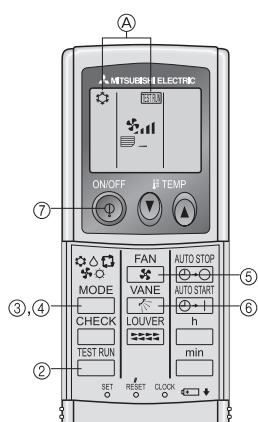

Fig. 6-2
6.2.2. Με ασύρματο τηλεχειριστήριο (Fig. 6-2)
- ① Τροφοδοτήστε με ρεύμα τη μονάδα τουλάχιστον 12 ώρες πριν τη δοκιμαστική λειτουργία.
- ② Πιέστε το κουμπί [TEST RUN] (ΕΛΕΓΧΟΣ) δύο φορές συνεχόμενα. (Εκτελέστε αυτή τη λειτουργία όταν η οθόνη του τηλεχειριστηρίου είναι σβηστή.)
- ③ Εμφανίζεται η ένδειξη TEST RUN (δοκιμαστική λειτουργία) και ο τρόπος λειτουργίας της στιγμής εκείνης.
- ④ Πατήστε το κουμπί με την ένδειξη COOL (Φ Δ Φ Ο Φ) (τρόπος λειτουργίας) για να ενεργοποιηθεί η λειτουργία κλιματισμού cool (ψύξη) και στη συνέχεια ελέγχετε εάν βγαίνει κρύος αέρας από τη μονάδα.
- ⑤ Πατήστε το κουμπί με την ένδειξη HEAT (Φ Δ Φ Ο Φ) (τρόπος λειτουργίας) για να ενεργοποιηθεί η λειτουργία κλιματισμού heat (θέρμανση) και στη συνέχεια ελέγχετε εάν βγαίνει ζεστός αέρας από τη μονάδα.
- ⑥ Πατήστε το κουμπί FAN (ανεμιστήρας) και ελέγχετε εάν αλλάζει η ταχύτητα του ανεμιστήρα.
- ⑦ Πατήστε το κουμπί VANE (πετρένη) και ελέγχετε εάν λειτουργεί σωστά η αυτόματη διακύμανση της κατεύθυνσης του αέρα.
- ⑧ Πατήστε το κουμπί ON/OFF (διακόπτης λειτουργίας) για να σταματήσετε τη δοκιμαστική λειτουργία.